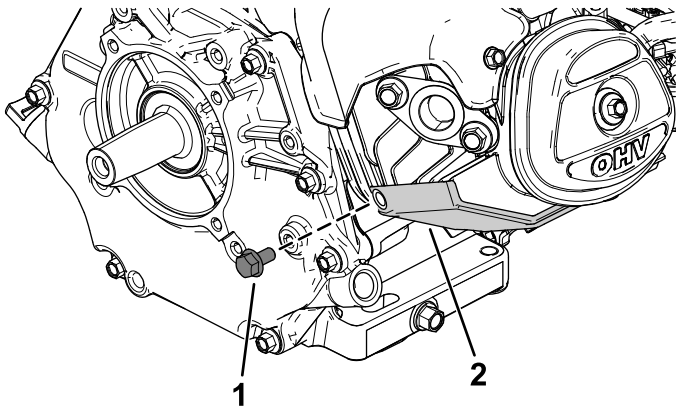

Figura 6
2. Rimuovete il bullone dalla superficie di montaggio del motore (Figura 6).